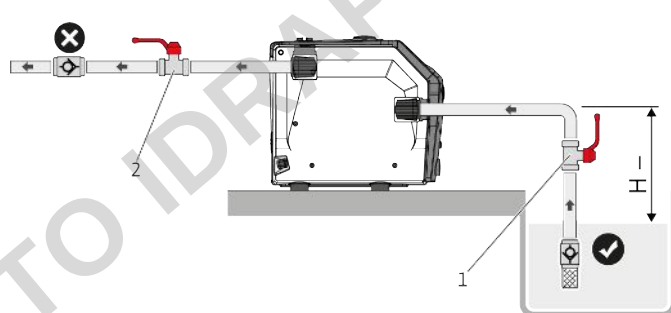
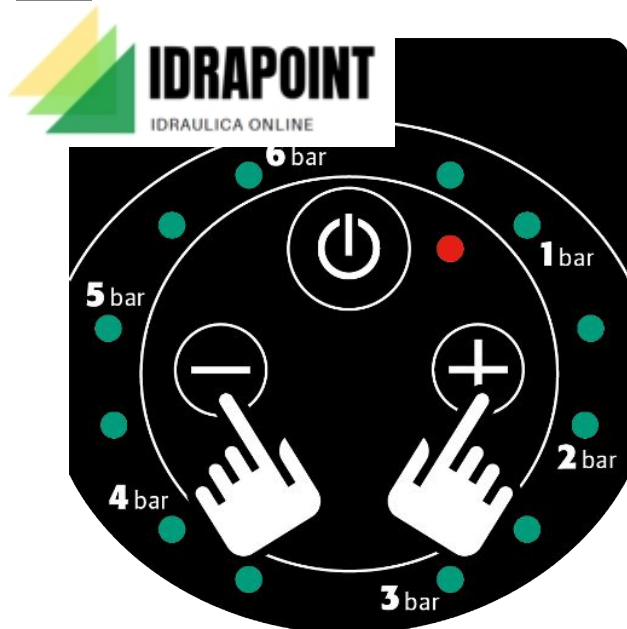

Fig. 8: Funzionamento soprabattente
Fig. 11: Tasto di comando + e -
1. Se il prodotto è installato in modalità di carico (Fig. 8), premere una volta il tasto di comando on/off (Fig. 11).
2. Premere il tasto di comando "on/off" sul pannello comandi (Fig. 11).